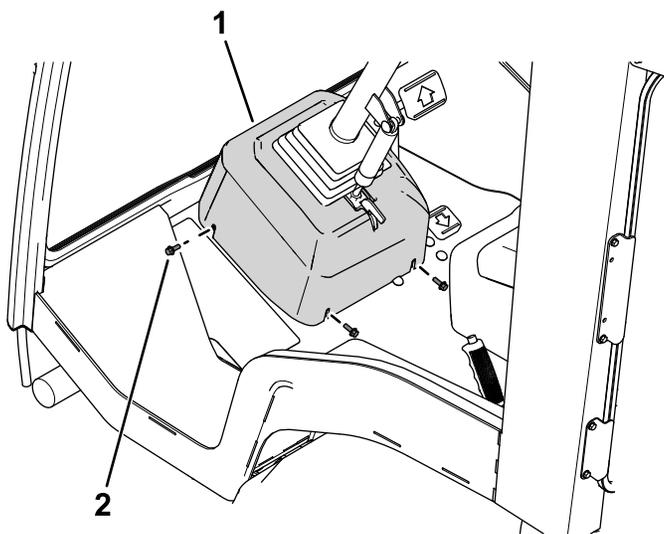

Figura 9
9. Instale a cobertura da direção (Figura 9).